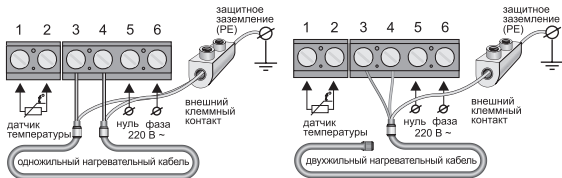

Рис. 4
Выводы нагревательной секции, мата или иного нагревателя подключаются к клеммам 3 и 4; вывод экранирующей оплетки – к линии защитного заземления (PE) через внешний клеммный контакт (не входит в комплект поставки) (рис. 4).